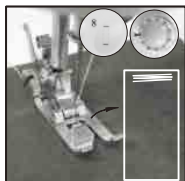

Fig.17
- (1) Legen Sie das Tuch unter den Nähfuß und senken Sie den Nähfuß auf das Tuch ab, wo Sie das Knopfloch nähen müssen, und wählen Sie dann das Stichmuster # 8.
- (2) Schalten Sie den Schalter ein und nähen Sie 5-6 Stich in niedriger Geschwindigkeit, dann schalten Sie den Schalter aus (Abb. 17).